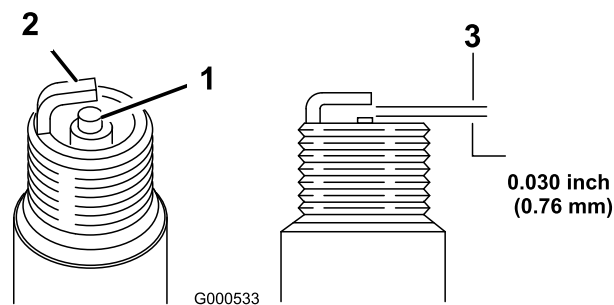

Figure 32
11. Réglez l'écartement des électrodes à 0,76 mm (0,030 po) (Figure 32).